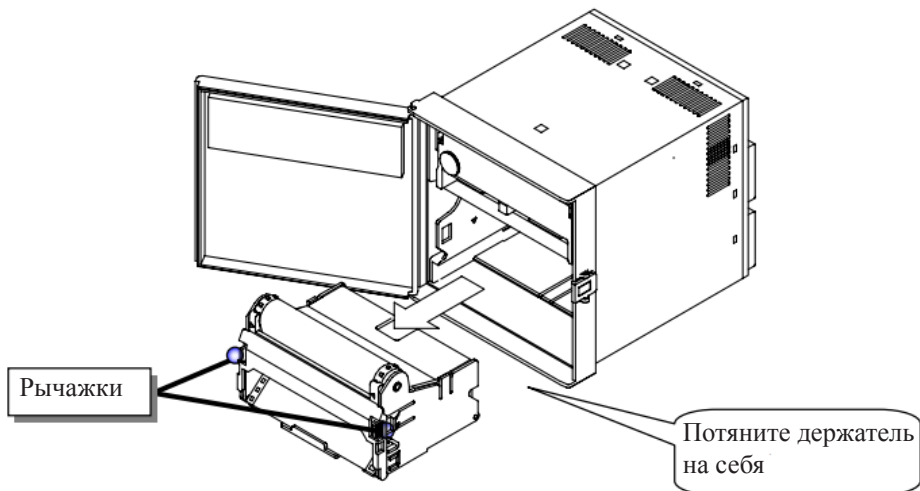

Рис. 5.3. Извлечение держателя бумаги
3. Чтобы извлечь держатель бумаги, нажмите на рычажки с обеих сторон и потяните держатель на себя, как показано на рис. 5.3.